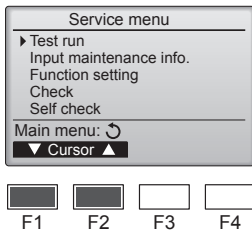

Fig. 7-1
- (1) Selezionare l'opzione "Test run" (Prova di funzionamento) dal Menu di Servizio, quindi premere il pulsante [SCEGLI]. (Fig. 7-1)